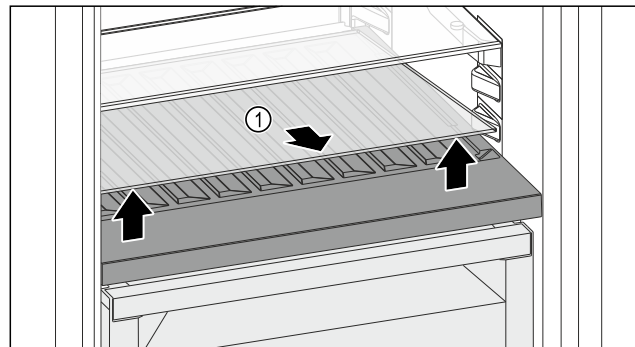

Fig. 186
- Soulever la plaque de verre Fig. 186 (1) au niveau de l'évidement avant et la retirer.
- Entreposer la plaque de verre Fig. 186 (1) dans un endroit sûr hors de l'appareil.
- Insérer la plaque de verre (2) sous le compartiment à bouteilles amovible.